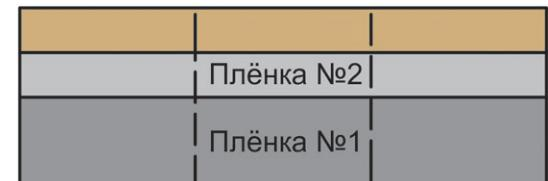

Рис. 15. Тыльная сторона конько-карнизной черепицы Döcke.
7.1.1 Перед укладкой гонта конько-карнизной черепицы Döcke на крышу снимите плёнку №1 с тыльной стороны гонта (рис. 15). Плёнку №2 снимать не требуется.